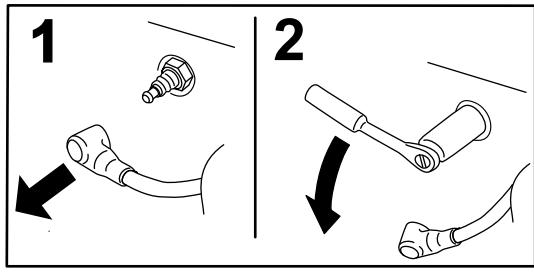

Figure 46
3. Déposez la bougie, comme montré à la Figure 46.